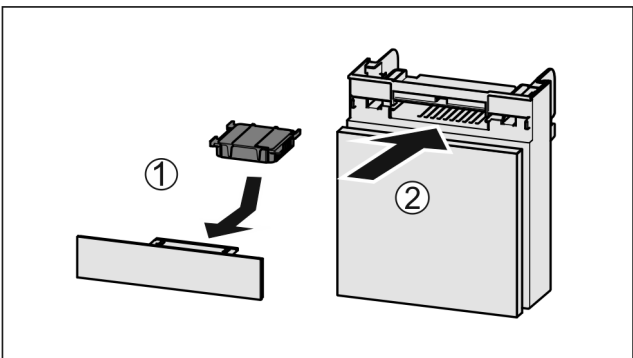

Fig. 40
- 按图装入 Fig. 40 (1) 活性炭过滤器。
- 推入 Fig. 40 (2) 抽屉。